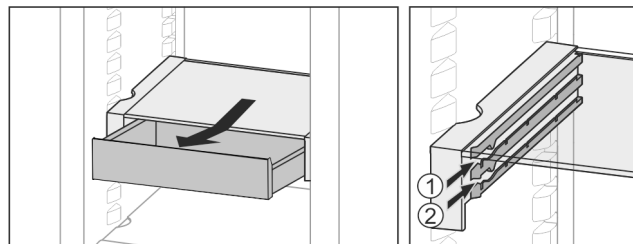

Fig. 26
- ▶ Vstavite ga na poljubni višini Fig. 26 (1) ali Fig. 26 (2).